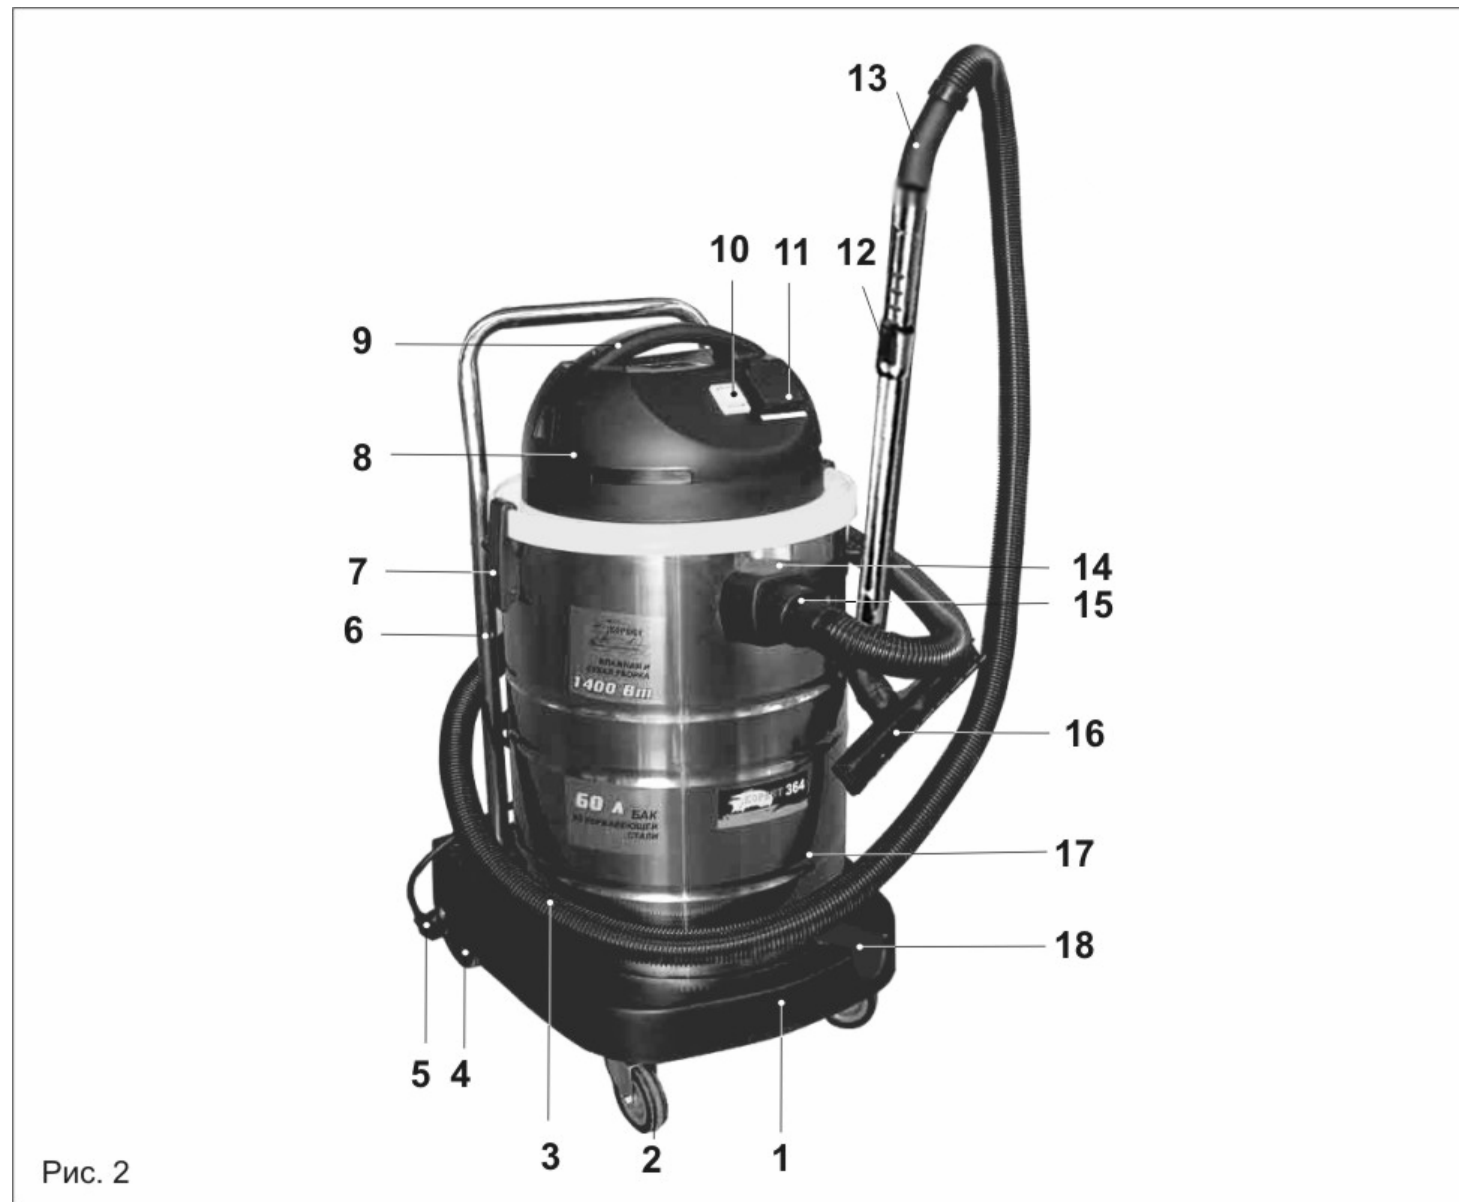

Рис. 2
- 11.5. После очистки установите фильтры на место (см.п.8.2), за ручку 9 правильно установите секцию электродвигателя 8 на бак 17 и заблокируйте два замка 7 (Рис.2). Следите за тем, чтобы поплавковый предохранительный клапан 24 (Рис. 5) свободно перемещался в корпусе 25 и при установке секции электродвигателя 8 на бак 17 находился в нижней части корпуса 25.
- 12.3. Регулярно очищайте ролики 2 и роликовые опоры 4 (Рис.2) от пыли и грязи, а также от намотанного ворса, ткани и т.п.
Начните уборку. Регулярно проверяйте состояние шланга 3 (Рис.2) и насадки.
Любая насадка и шланг 3 (Рис.2) должны свободно пропускать всасываемый воздух и воду. Не допускайте засорения насадок мусором.
Вода всасывается и накапливается в баке 17 (Рис.2). Как только уровень воды в баке 17 превысил максимально допустимое значение, предохранительный клапан 24 (Рис.5) перекрывает всасывающее отверстие, и всасывание прекращается. Это можно понять по изменению звука работающего пылесоса. При этом немедленно выключите пылесос. После работы всегда сливайте воду из бака 17 (Рис.2), для чего необходимо извлечь пробку из сливного гофрированного шланга, просушивайте пылесос. Перед работой всегда проверяйте (при отсоединенном шнуре питания 16 от розетки электросети) предохранительный клапан 24 на свободное перемещение в корпусе 25 (Рис.5).
10.4. Совместная работа с электроинструментом (Рис.2)
По окончании работы выключите пылесос (выключатель 10 перевести в среднее – нейтральное положение), извлеките штепсель шнура питания 5 (Рис.2) из питающей розетки.
Разблокируйте два замка 7 с обеих сторон пылесоса и за ручку 9 снимите секцию электродвигателя 8 (Рис.2).
- Полностью слить воду из бака 17 (Рис.2);
Пылесос состоит из следующих сборочных единиц и деталей (Рис.2):
8.3. Установка гофрированного шланга (Рис.2)
9.1. Действие трехпозиционного переключателя (Рис.2)
9.2. Транспортировка и хранение (Рис.2)
9.3. Установка насадок (Рис.2)
При необходимости, например, если длины шланга не хватает при уборке пола, потолка, стен и т.д., соедините патрубок 13 с насадкой 16 через удлинитель 12 (Рис.2).
9.4. Подключение электроинструмента (Рис.2)
На многих электроинструментах предусмотрен патрубок пылесборника для подключения к пылесосу. В комплекте поставки пылесоса имеются адаптеры Н и П (Рис.1) для соединения патрубка 13 шланга 3 (Рис.2) с пылеудаляющим патрубком электроинструмента.
10.1. Включение (Рис.2)
Для сухой уборки необходимо установить соответствующий фильтр, фильтр-мешок (см.п. 8.2) и насадку (см. п.9.3). Включите пылесос (см.п.10.1) и начните уборку. Регулярно проверяйте состояние шланга 3 (Рис.2) и насадки. Колеса насадки Г (Рис.1) должны вращаться свободно. Любая насадка и шланг 3 (Рис.2) должны свободно пропускать всасываемый воздух. Не допускайте засорения насадок мусором. При сухой уборке в пылесос не должна всасываться влага.